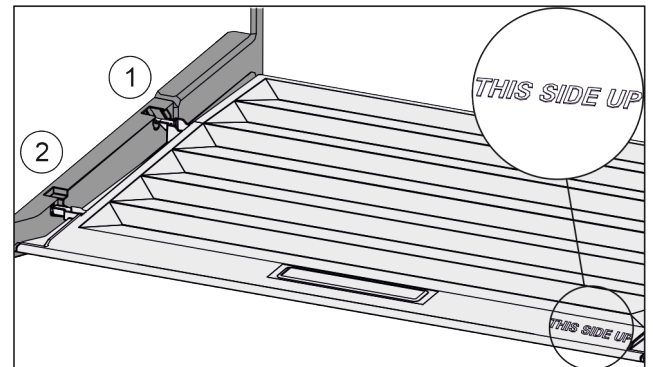

Fig. 44
- ▶ Пъх нете шийките на капака през отвора в задния държач Fig. 44 (1) и фиксирайте отпред в държача Fig. 44 (2).